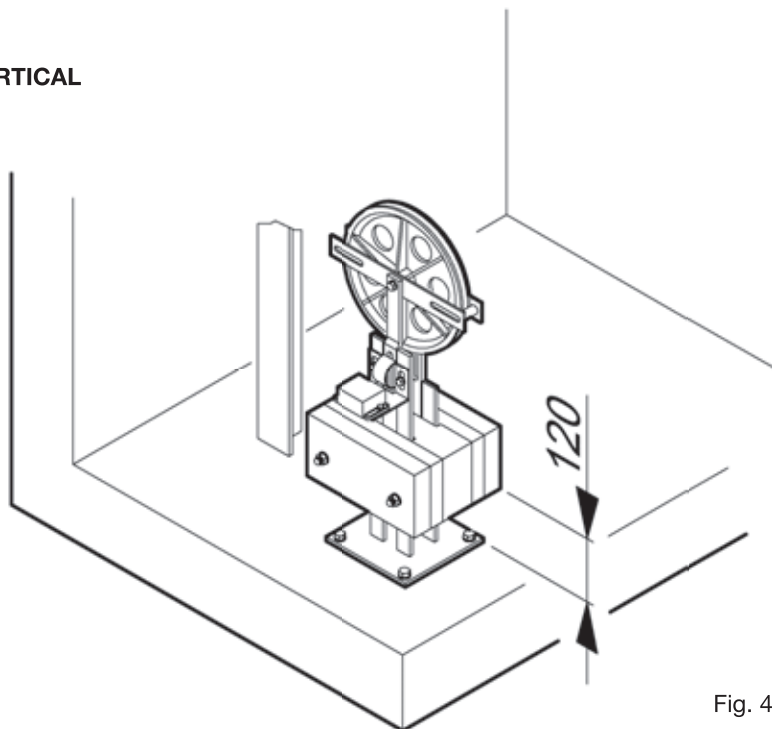

Fig. 4
- Monter l'étrier de guide du contrepooids de façon d'obtenir un parfait alignement entre la poulie du limiteur de vitesse et la poulie tendeuse (fig. 4).
- Soutenir le contrepooids jusqu'à ce qu'il se situe à un hauteur de 120 mm environs du fond du puits (valeur approximative) (fig. 4).